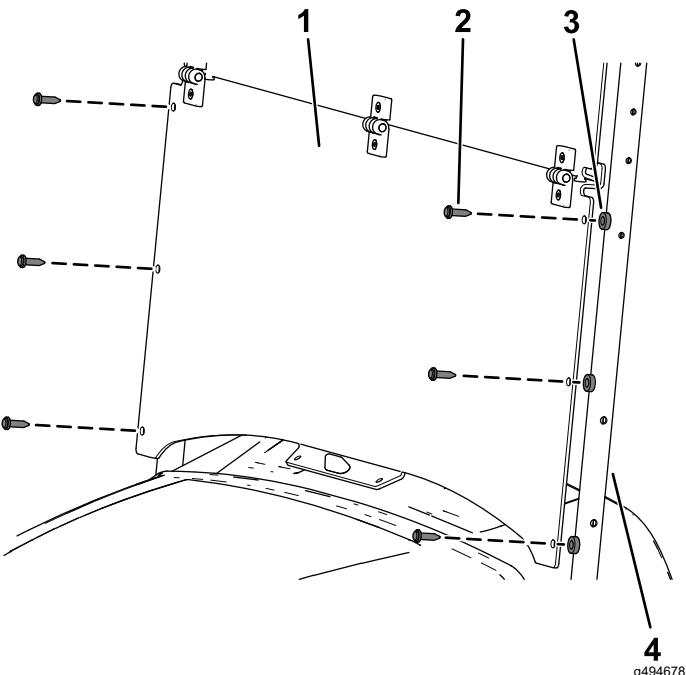

Figura 3
2. Allineate i fori nella parte inferiore del parabrezza con i fori nei tubi di supporto del tettuccio (Figura 3).
3. Fissate i lati del parabrezza ai tubi di supporto del tettuccio con i 6 distanziali in plastica e i 6 rivetti lunghi di plastica (Figura 3).